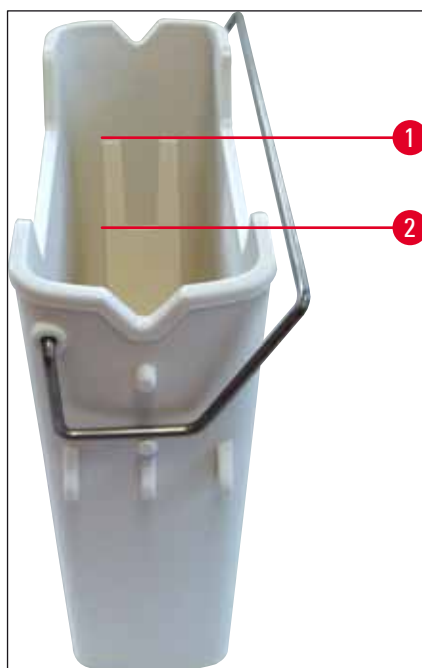

Fig. 67
4. Verificați ca nivelul de umplere să fie suficient (→ Fig. 67) și ca reactivul să nu fie murdar. În eventualitatea unei contaminări, solventul va trebui înlocuit, (→ P. 35 – 4.6.3 Pregătiți cuva de reactivi, umpleți-o și introduceți-o în sertarul de încărcare) iar cuva pentru reactivi va trebui curățată înainte de reumplere.